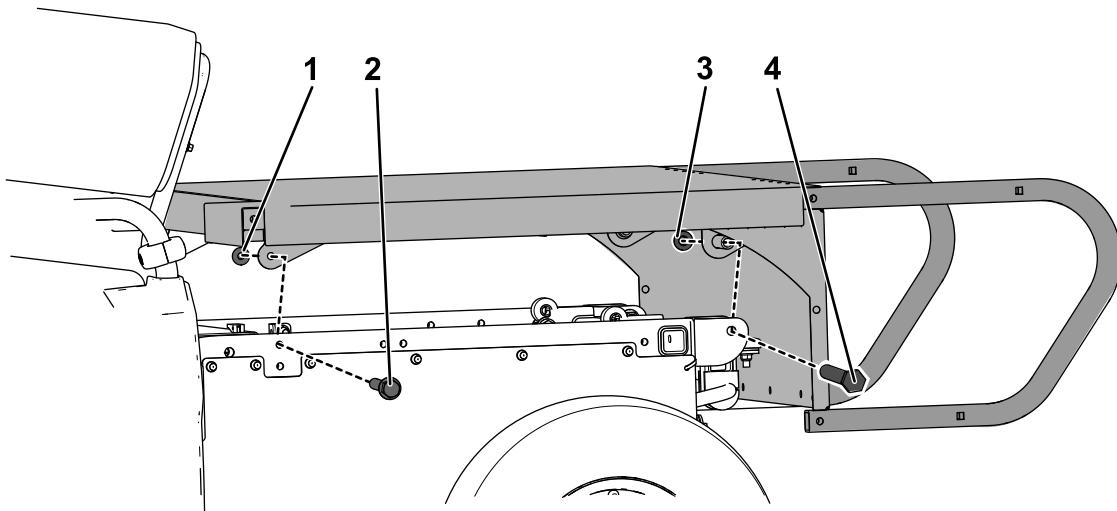

Рисунок 6
1. Установите безбортовую грузовую платформу на раму машины с помощью 2 шарнирных болтов ($\frac{1}{2}$ x $4\frac{1}{2}$ дюйма), 2 контргаек ($\frac{1}{2}$ дюйма), 2 винтов с фланцевыми головками ($\frac{3}{8}$ x $2\frac{1}{2}$ дюйма) и 2 гаек ($\frac{3}{8}$ дюйма), снятых ранее при выполнении пунктов 5 и 7 в разделе Снятие пластмассового грузового кузова \(страница 3\). См. раздел Рисунок 6.